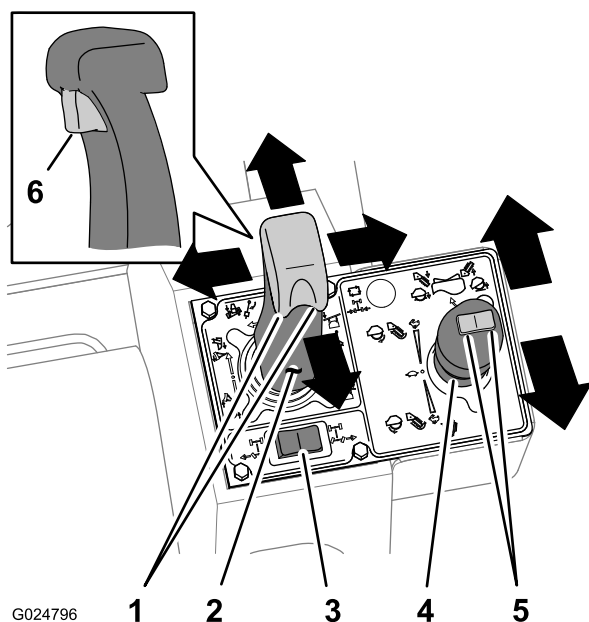

Bild 15
Joystick zurück, um das Planierschild oder den Rüttelpflug anzuheben (Bild 15).
- Bewegen Sie den Joystick nach links, um das Planierschild nach links zu kippen, oder bewegen Sie den Joystick nach rechts, um das Planierschild nach rechts zu kippen (Bild 15).
- Drehen Sie das Daumenbedienelement nach links, um das Planierschild nach links zu schwenken, oder drehen Sie das Daumenbedienelement nach rechts, um das Planierschild nach rechts zu schwenken (Bild 15).
- Drehen Sie das Daumenbedienelement nach links, um den Rüttelpflug nach links zu lenken, oder drehen Sie das Daumenbedienelement nach rechts, um den Rüttelpflug nach rechts zu lenken (Bild 15).
- Betätigen Sie den Abzug am Joystick, um das Planierschild nach oben oder unten zu bewegen (Bild 15).
- Bewegen Sie den Joystick nach hinten, um die Vibration des Pflugplanierschilds zu starten (Bild 15).
- Bewegen Sie den Joystick noch weiter nach hinten, um die Vibration zu verstärken (Bild 15).
- Schieben Sie den Joystick zur Neutral-Stellung, um die Vibration zu verringern und abzustellen (Bild 15).
- Schieben Sie den Joystick nach vorne, um die Grabkette in der Vorwärtsrichtung einzuschalten (Bild 15).
- Bewegen Sie den Joystick noch weiter nach vorne, um die Kettengeschwindigkeit zu erhöhen (Bild 15).
- Schieben Sie den Joystick in die Neutral-Stellung, um die Grabkette anzuhalten (Bild 15).
- Drücken Sie den linken Schalter, um den Fräsbaum des Anbaugeräts abzusenken (Bild 15).
- Drücken Sie den rechten Schalter, um den Fräsbaum des Anbaugeräts anzuheben (Bild 15).